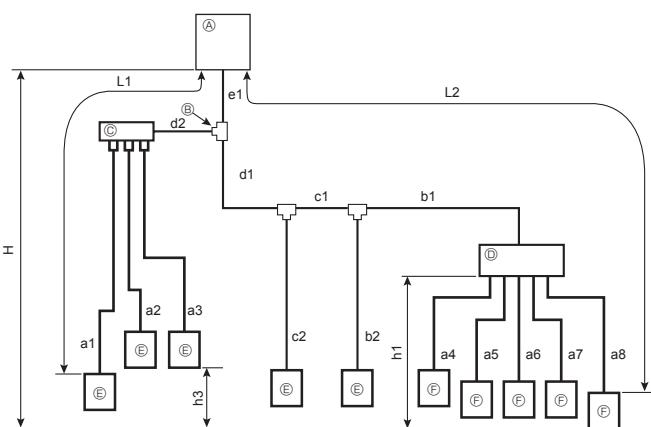

Fig. 4-3 (a)
4.2.3. Sistema mixto (unidades interiores City Multi y unidades interiores de la serie M, S, P a través de caja de derivación) (Fig. 4-3)